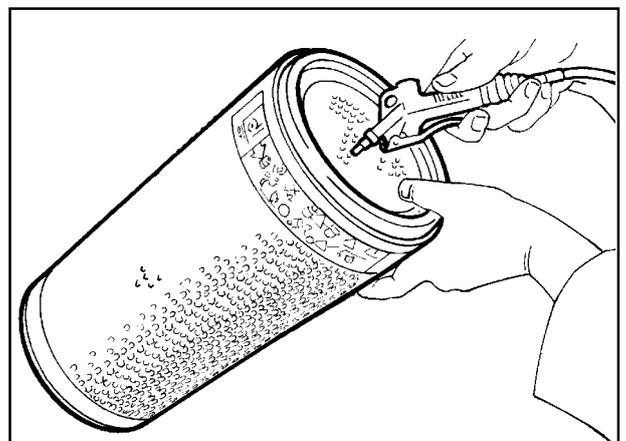

Fig.5-12- Limpeza do filtro mediante ar comprimido (Pressão máx. 4 Bar).
- com um jacto de ar comprimido de pressão inferior a 5,9 Bar (6 kg/cm²), dirigido para o exterior do cartucho (Fig.5-12);